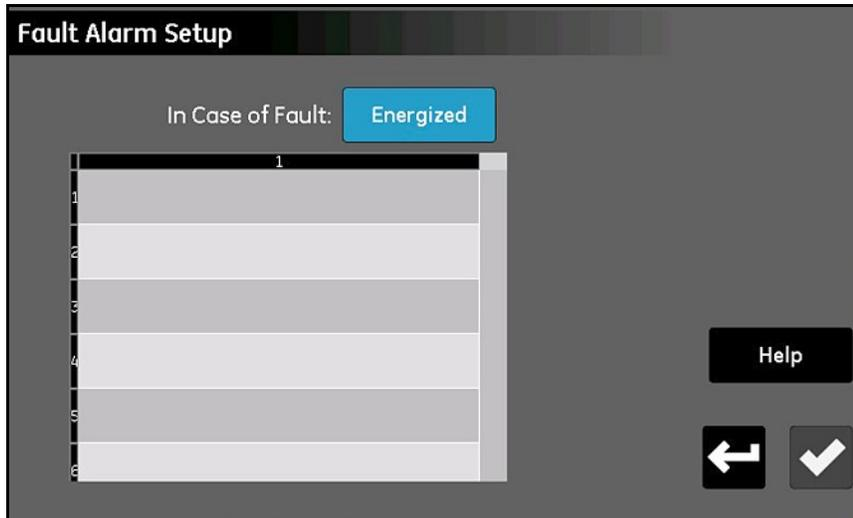

Abbildung 40: Bildschirm „Konfiguration von Fehleralarmen“
Im Menü *Konfiguration von Fehleralarmen* (siehe *Abbildung 40* unten) können Sie festlegen, wie das dedizierte Alarmrelais des moisture.IQ auf einen Fehlerzustand reagiert und die Quelle des Fehlerzustands anzeigt.
- Tippen Sie auf die Schaltfläche **Bei einer Störung**, um zwischen den Optionen **Erregt** und **Nicht erregt** umzuschalten. Diese Auswahl legt fest, ob das Relais **Erregt** oder **Nicht erregt** (ausfallsichere Option) ist, wenn ein Fehlerzustand erkannt wird. Die Quelle eines Fehlers wird in der Fehlerliste (siehe *Abbildung 40* oben) angezeigt.